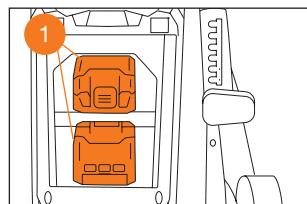

Рис. 12
- Вставьте аккумуляторы в разъемы газонокосилки 1 (Рис. 12). Убедитесь в правильном расположении аккумулятора и соединении контактов.